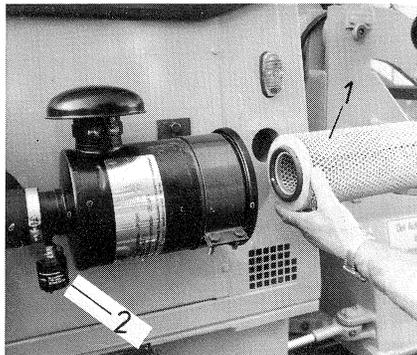

FIG. 55
- (3) Retirer la cartouche filtrante, la nettoyer et la remplacer le cas échéant fig. 55/1.
Témoin de colmatage: voir fig. 55/2.
Avant le montage de la cartouche filtrante, examiner le joint pour rechercher d'éventuelles détériorations. Appuyer sur le bouton de commande de l'indicateur de dépression fig. 55/2 jusqu'à ce que le témoin rouge de colmatage s'efface. Vérifier l'étanchéité de la tubulure d'air entre le filtre et le moteur et remplacer cette tubulure le cas échéant.